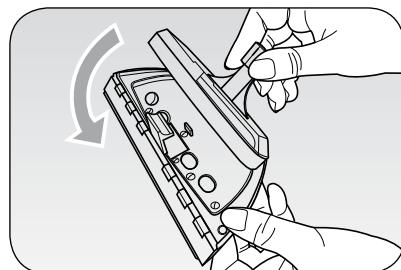

Fig. 6
Na escova para tecidos (11) pode ser encaixada a escova limpa-vidros: para acoplar os dois acessórios, deve-se inserir as linguetas postas na base da escova para tecidos no interior dos ganchos postos na base da escova limpa-vidros. Com a escova limpa-vidros, os vidros, os espelhos e as superfícies brilhantes ganham novo brilho. É fácil de utilizar mesmo nos vidros dos box de duches, eliminando o problema das manchas de calcário (Fig. 6).